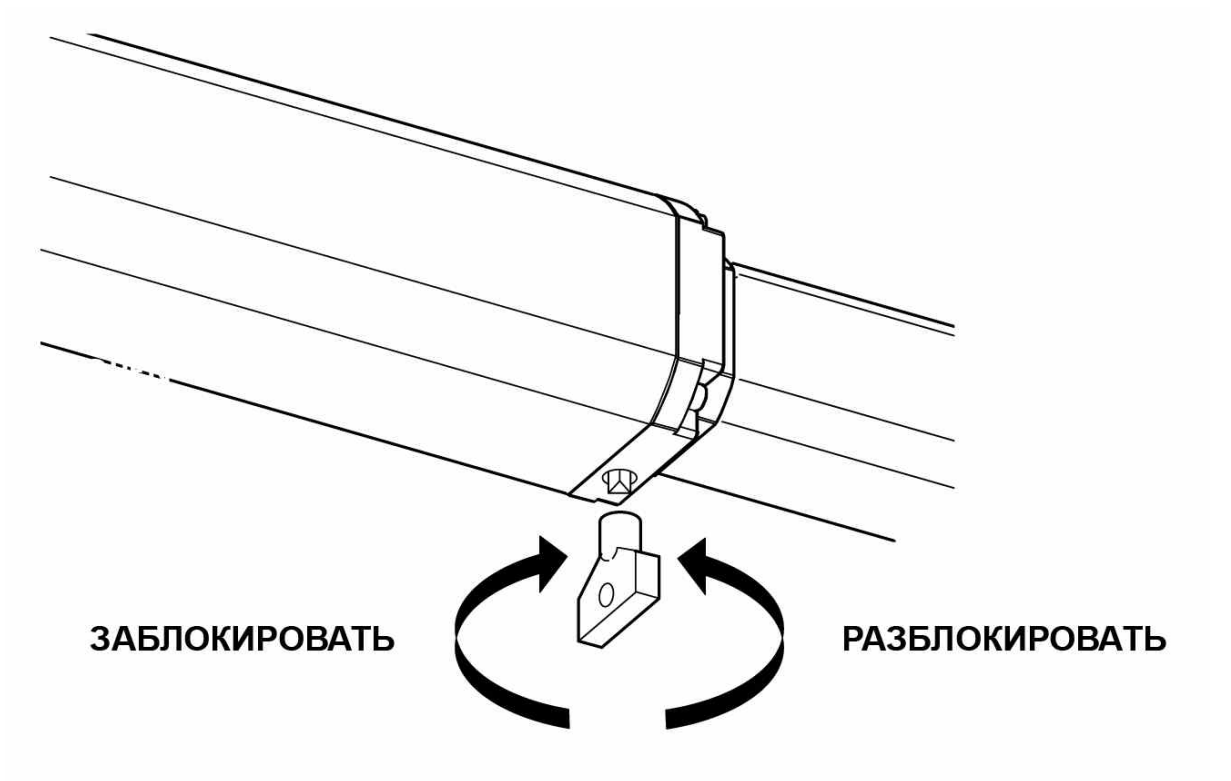

Рис. 1
- Вставьте треугольный ключ на выпускной винт, расположенный в нижней части фланца (рис. 1).